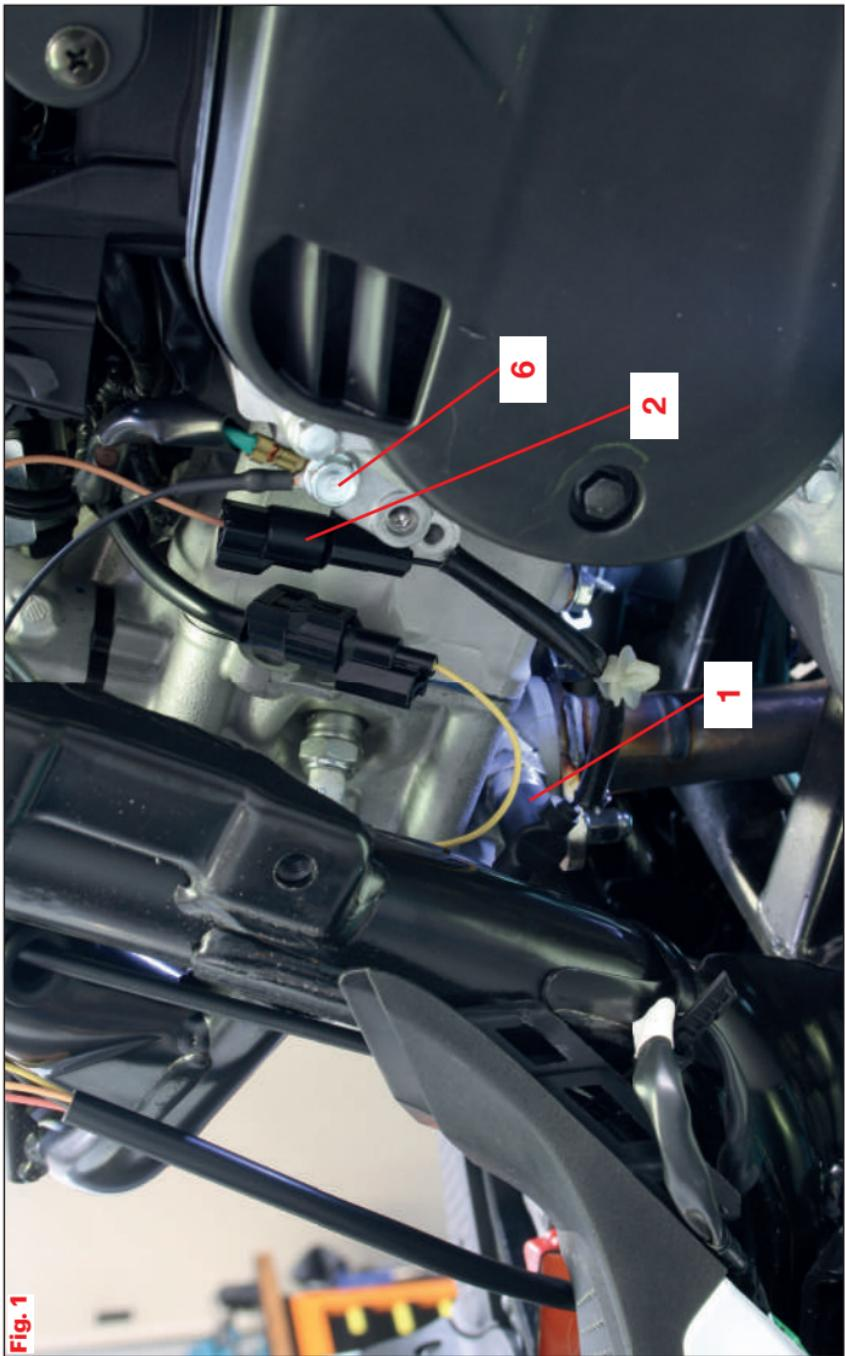

Fig. 1
- Individuare nella testa del veicolo la sonda lambda **1 (Fig. 1)**.
- Collegare l'occhiello sopra al nodo di massa **6** posizionato sul carter motore (**Fig. 1**).
- Locate the lambda sensor **1** on the vehicle head (**Fig. 1**).
- Please connect the eyelet to the ground node **6** located on the crankcase (**Fig. 1**).
- Trouver la sonde lambda **1** sur la culasse du véhicule (**Fig. 1**).
- Connecter l'œillet sur le nœud de masse **6** positionné sur le carter (**Fig. 1**).